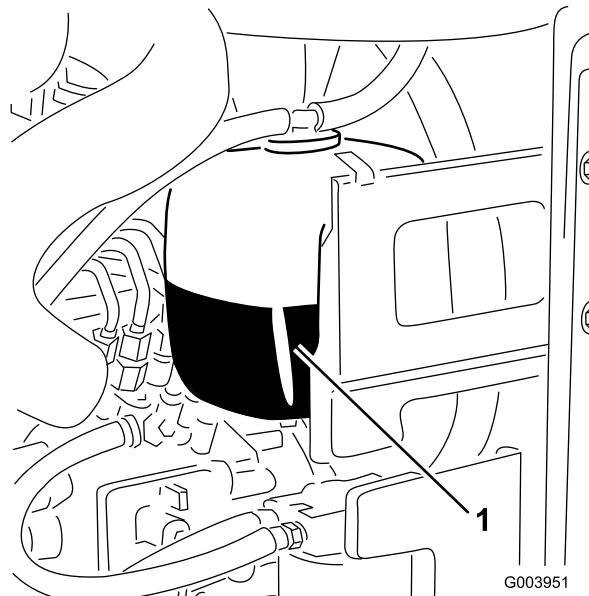

Рисунок 47
- Проверьте уровень охлаждающей жидкости в расширительном бачке (Рисунок 47).